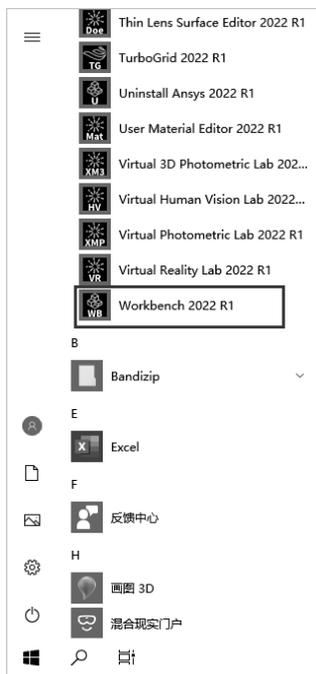

图 2-1 打开 Workbench 程序
(1) 在系统“开始”菜单中执行“所有程序”→“Ansys 2022 R1”→“Workbench 2022 R1”命令，如图 2-1 所示。